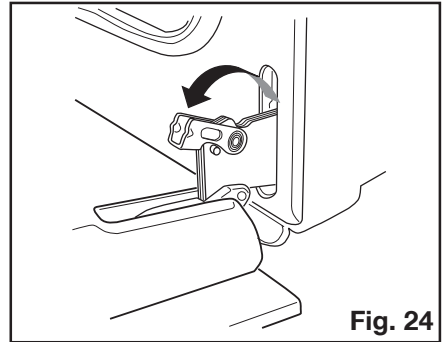

Fig. 24
3. Soulevez et tournez les leviers des deux charnières (Fig. 24).